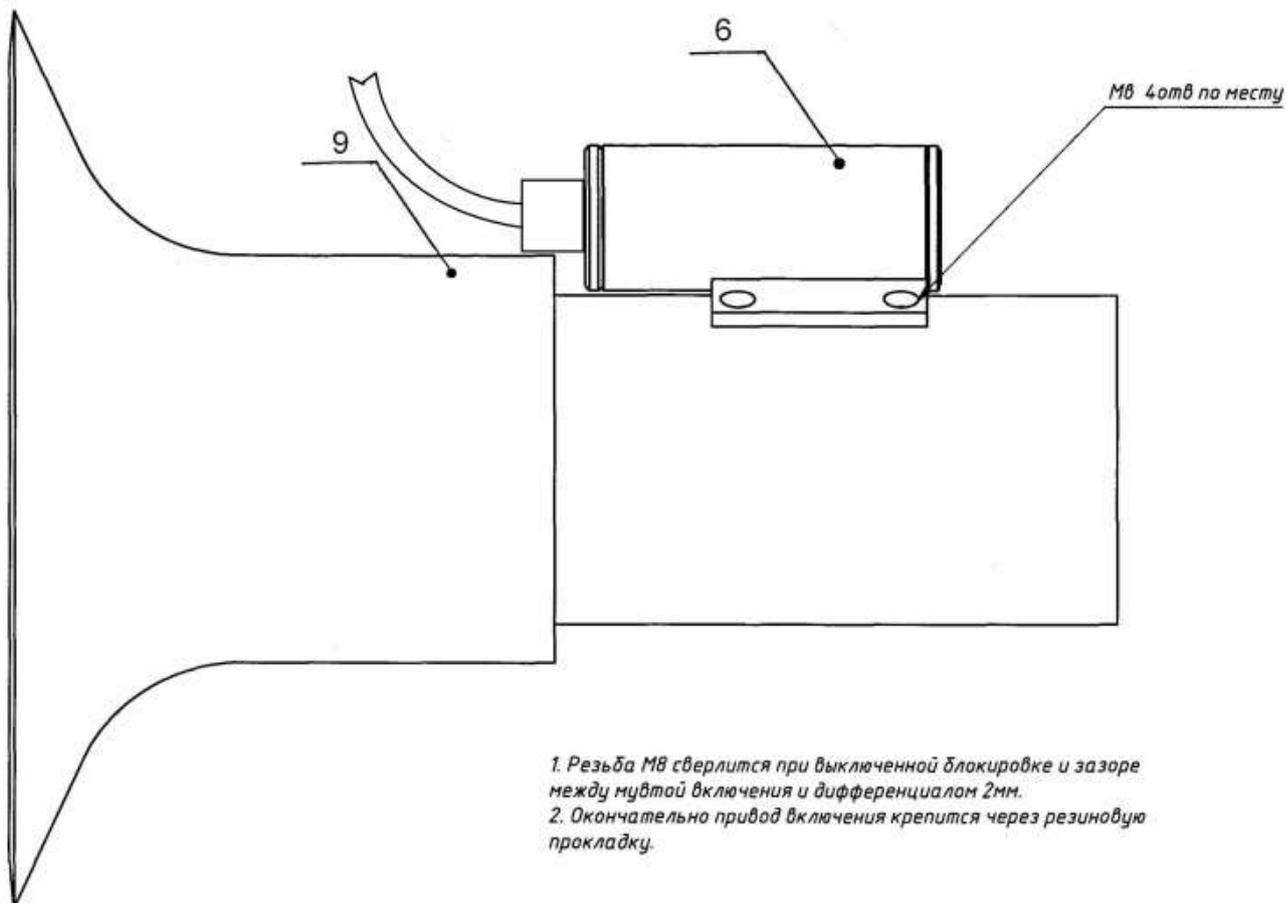

Рис. 3.
4.1. Корпус привода δ приваривается (прикручивается) на чулок моста в соответствии с рис.3.